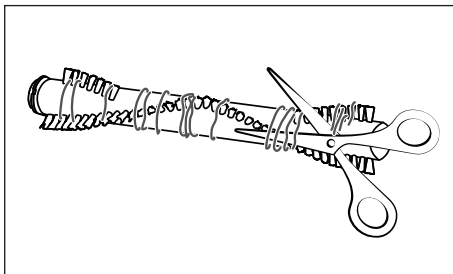

Fig. 26
- 4) Corte los hilos y pelos enganchados a lo largo de las cerdas del rodillo de cepillos 21 con unas tijeras (consulte la fig. 26). Retire los hilos y pelos del rodillo de cepillos 21.